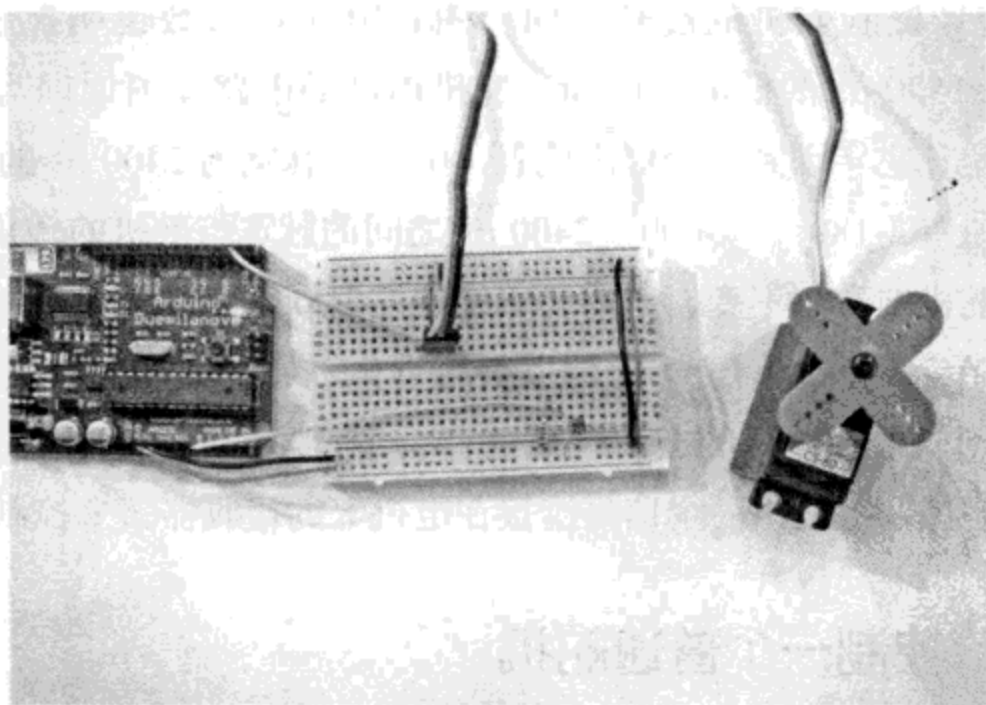

图6.33 普通舵机控制电路
(2) 用手将 3 pin 插针的 3 个引脚分开, 并插入面包板上不同的行, 再将舵机的接头插至插针 (图 6.33)。
(3) 将舵机的红线接 5V 电源, 黑线接地, 黄线接 Arduino 的数字引脚 2。有时第 3 根线可能为绿色或橘黄色, 不管怎么样, 这根线的颜色肯定不是红色 (电源线) 或黑色 (地线)。
(4) 将光敏电阻一个引脚接入电源。
(5) 将另外一个引脚接到面包板上的一个空行，并将这行通过电阻接地。同时，将这行接到 Arduino 的模拟引脚 0 上。接好的电路应如图 6.33 所示。
(6) 打开 Arduino 的软件，输入下面的代码，然后修改这些代码并下载到 Arduino 板。